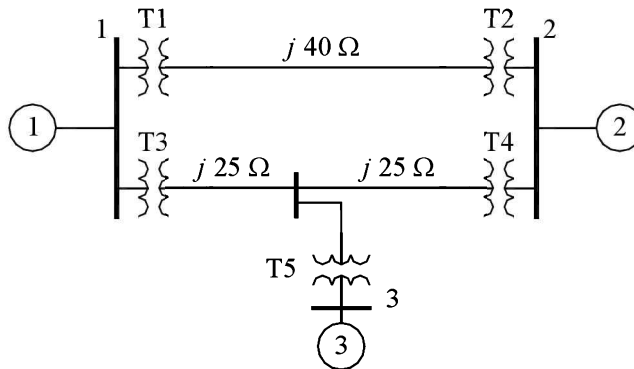

Figura 2.18 Esquema unifilar para el Problema 2.12.
- 2.12** Considere el esquema unifilar de la Figura 2.18. Los valores nominales de los componentes son los siguientes: